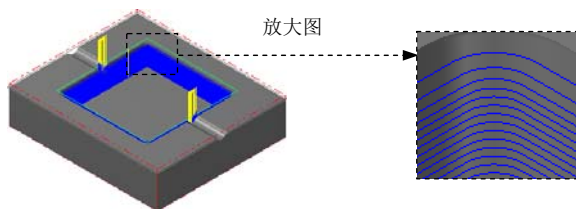

图 11.27 刀具路径
(1) 完成上步操作后, 在“曲面精加工等高外形”对话框的 **刀具路径参数** 选项卡的列表框中显示出 Step5 所选择的刀具, 双击该刀具, 系统弹出“定义刀具-机床群组-1”对话框。
(2) 设置刀具号码。在“定义刀具-机床群组-1”对话框的 **刀具号码** 文本框中, 将原有的数值改为 4。
(3) 设置刀具的加工参数。单击“定义刀具-机床群组-1”对话框中的 **参数** 选项卡, 在 **进给率** 文本框中输入值 150.0, 在 **下刀速率** 文本框中输入值 100.0, 在 **提刀速率** 文本框中输入值 500.0, 在 **主轴转速** 文本框中输入值 1600.0。
(4) 设置冷却方式。在 **参数** 选项卡中单击 **Coolant...** 按钮, 系统弹出“Coolant...”对话框, 在 **Flood** (切削液) 下拉列表中选择 **On** 选项。单击该对话框中的 **✓** 按钮, 关闭“Coolant...”对话框。
Step10. 单击“曲面精加工等高外形”对话框中的 **✓** 按钮, 完成加工参数的设置, 此时系统将自动生成图 11.27 所示的刀具路径。